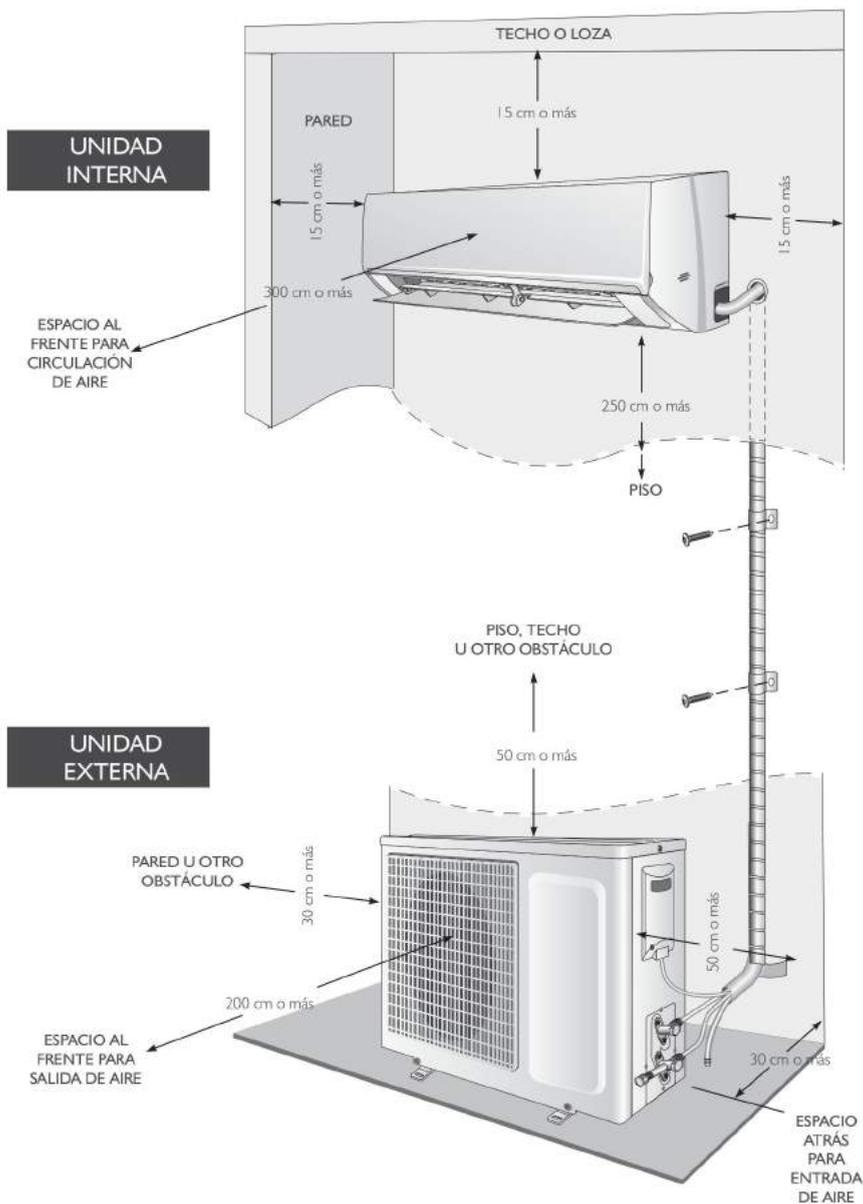

Figura 3.
- Asegúrese que la instalación se realiza de acuerdo a las dimensiones indicadas en figura 3 de la página 15.